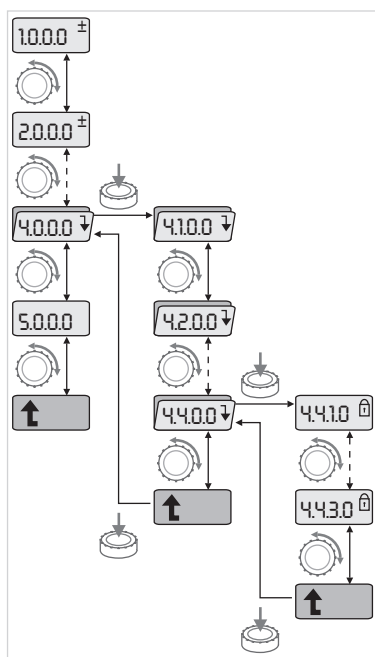

Fig. 39: Exemplu de navigare
- Efectuați navigarea generală în meniu după cum urmează (exemplu vezi fig. 39):